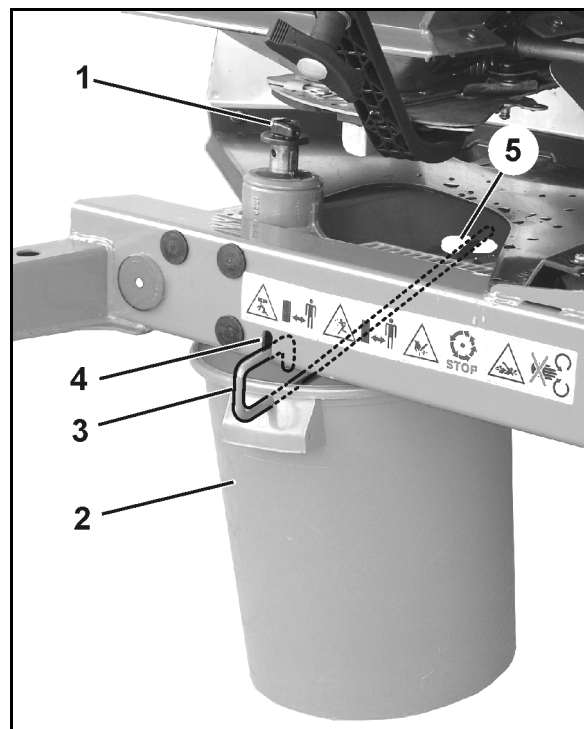

図 54
- 2.1 散布ディスク固定用の蝶ねじ (図 54/1) を回して外し、ギアシャフトから散布ディスクを引き抜きます。
3. 収容容器 (図 54/2) はハンガー (図 54/3) により、フレームの収容部 (図 54/4 と 図 54/5) に掛けます。